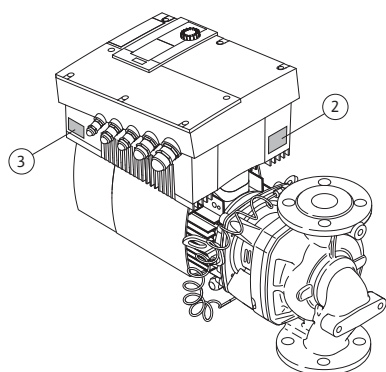

Fig. 12: Dispunerea plăcuțelor de identificare:
- Plăcuța de identificare a propulsiei se află pe modulul electronic, pe partea trecerilor de cabluri (Fig. 12, Poz. 3). Racordul electric se va realiza în conformitate cu datele de pe plăcuța de identificare a propulsiei.